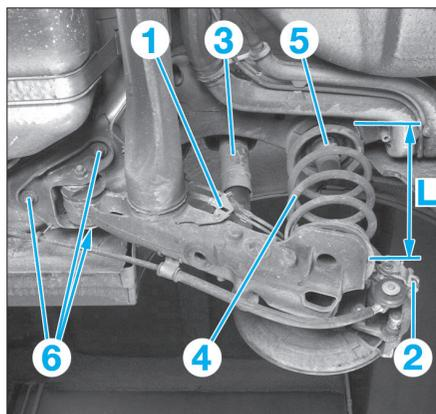

FIG. 14
- Déposer les agrafes (1) de retenue des conduites de frein sur l'essieu (Fig.14).